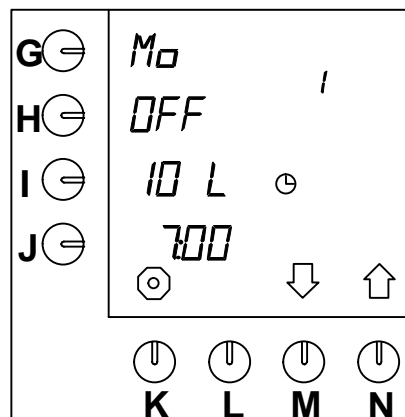

Fig. 14 Förprogrammerad standardinställning
- Sedan visas nästa förprogrammerade tidsinställning på displayen (fig. 14).
- Sedan visas nästa tidsinställning på displayen (fig. 14).